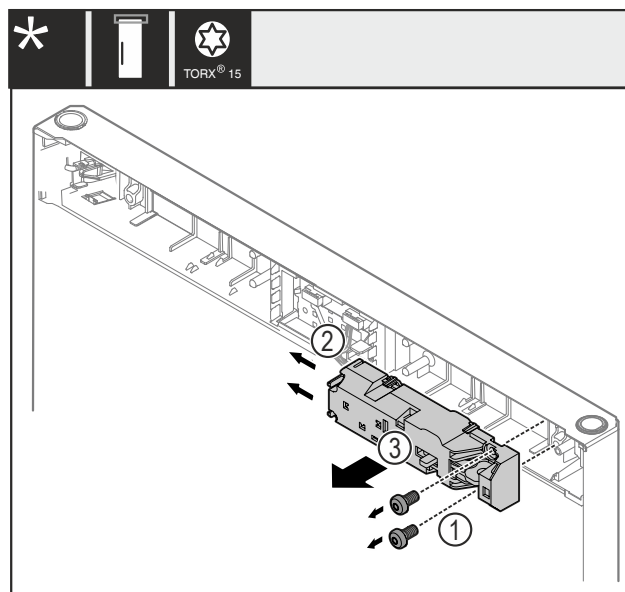

Fig. 20
- ▶ Odstraňte šrouby Fig. 20 (1).
- ▶ Západky Fig. 20 (2) stlačte na stranu a sejměte dálkový zámek Fig. 20 (3).